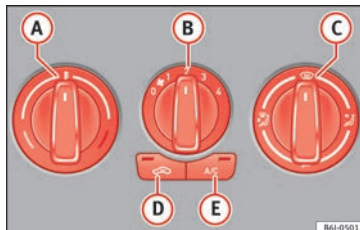

Bild 154 Luftkonditioneringsreglage på instrumentpanelen
- Med vreden **A**, **B** och **C** **» bild 154** kan du justera temperaturen, luftfuktningen och luftfördelningen.
- Du stänger av kylsystemet med **» bild 154** -knappen (lampan i knappen slocknar).
Om vredet  **» bild 154** är i upptningsläget så är luftcirkulationsspjället alltid öppet (lampan i knappen är släckt).
- Tryck på knappen  **» bild 154**. Lampan i reglaget tänds som ett tecken på att luftcirkulationen i kupén har aktiverats.